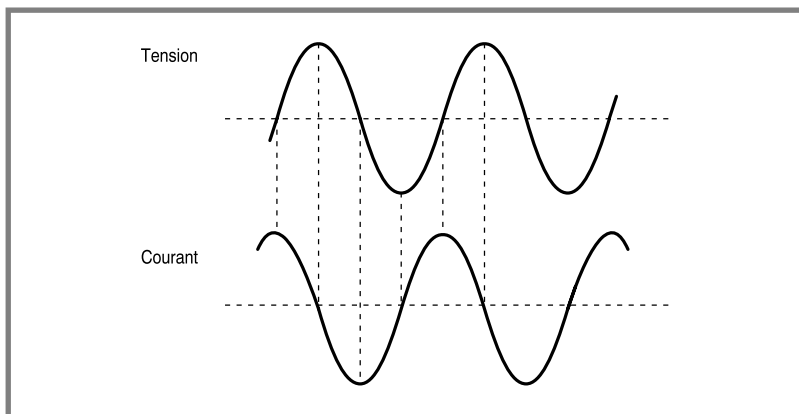

Figure 2.13 - Tension et courant en quadrature.
- la tension et le courant sont en quadrature, c'est-à-dire sont déphasés de 90° , la tension étant en retard sur le courant (*figure 2.13*) ;